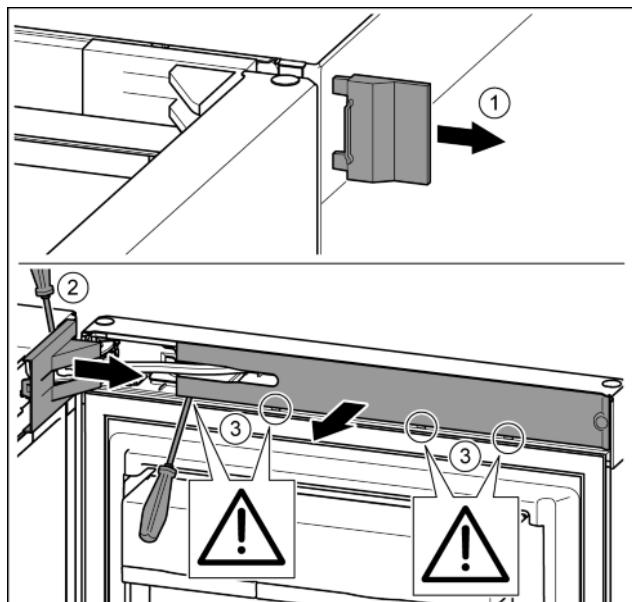

Fig. 9
- Снять внешнюю крышку. Fig. 9 (1)
► При помощи отвертки освободить от фиксаторов крышку опорного кронштейна и отсоединить. Снять крышку опорного кронштейна. Fig. 9 (2)
- Вывести накладку из зацепления и отвести в сторону. Fig. 9 (3)